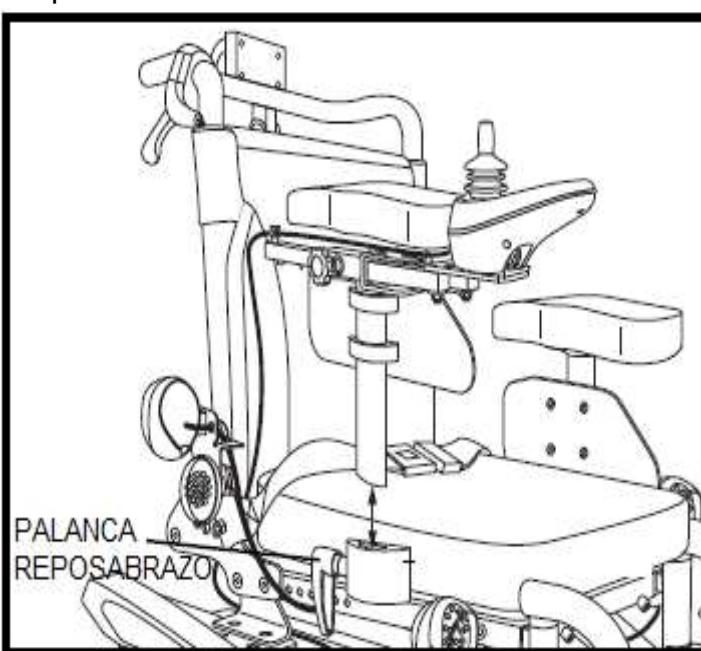

Figura 12. Extraer/installar reposabrazos
1. Afloje la palanca del reposabrazos. Ver figura 12.
1. Coloque el conjunto de apoyabrazos en el receptor de reposabrazos. Ver figura 12.
1. Afloje la palanca de reposabrazos. Ver figura 12.
2. Retire el reposabrazos. Ver figura 12.